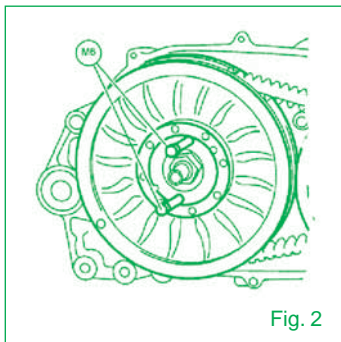

Fig. 2
- 5) Visser deux vis M6 de longueur filetée supérieure à 50 mm dans les deux trous de la poulie secondaire ; cette opération permet d'éloigner les deux poulies et de détendre la courroie (fig. 2).